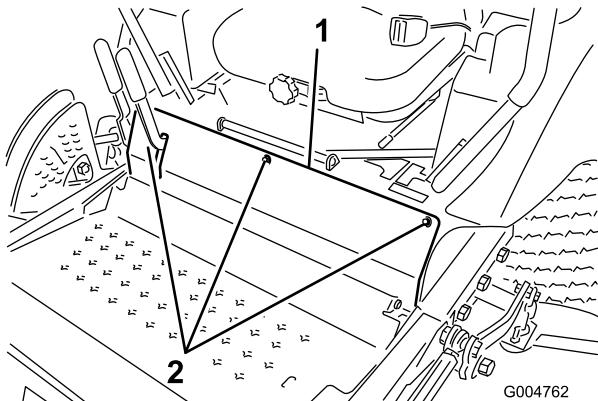

Figura 60
2. Togliete i bulloni che fissano il pannello anteriore, e rimuovete il pannello (Figura 60).